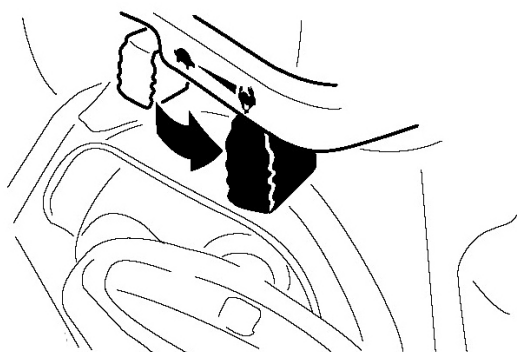

Рисунок 23.
6. Передвиньте дроссель в положение Fast (Быстро) (Рис. 23).